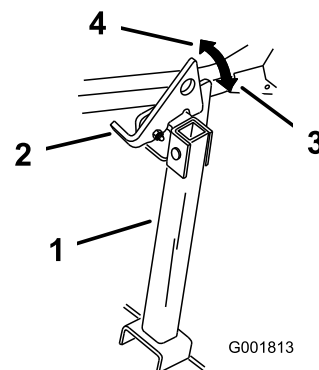

Figura 35
2. Alzate il dispositivo di chiusura per sbloccarlo (Figura 35).